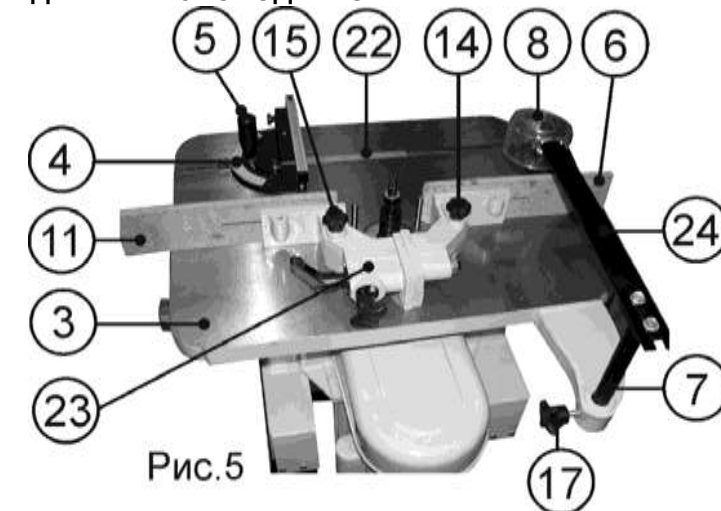

Рис.5
8.2.2. Используя шайбу (Р), Рис.1, на скользящей планке (22) установите и ручкой (5) закрепите направляющую скосу (4), Рис.5.
8.4.1. Используя крепёжные детали (Е), Рис.1, стойку защитного колпака (7), штангу (24) и защитный колпак (8) соедините в один узел, Рис. 5.
8.4.2. Стойку защитного колпака (7) вставьте в гнездо на рабочем столе (3), закрепите фиксирующим винтом (17), Рис. 5.